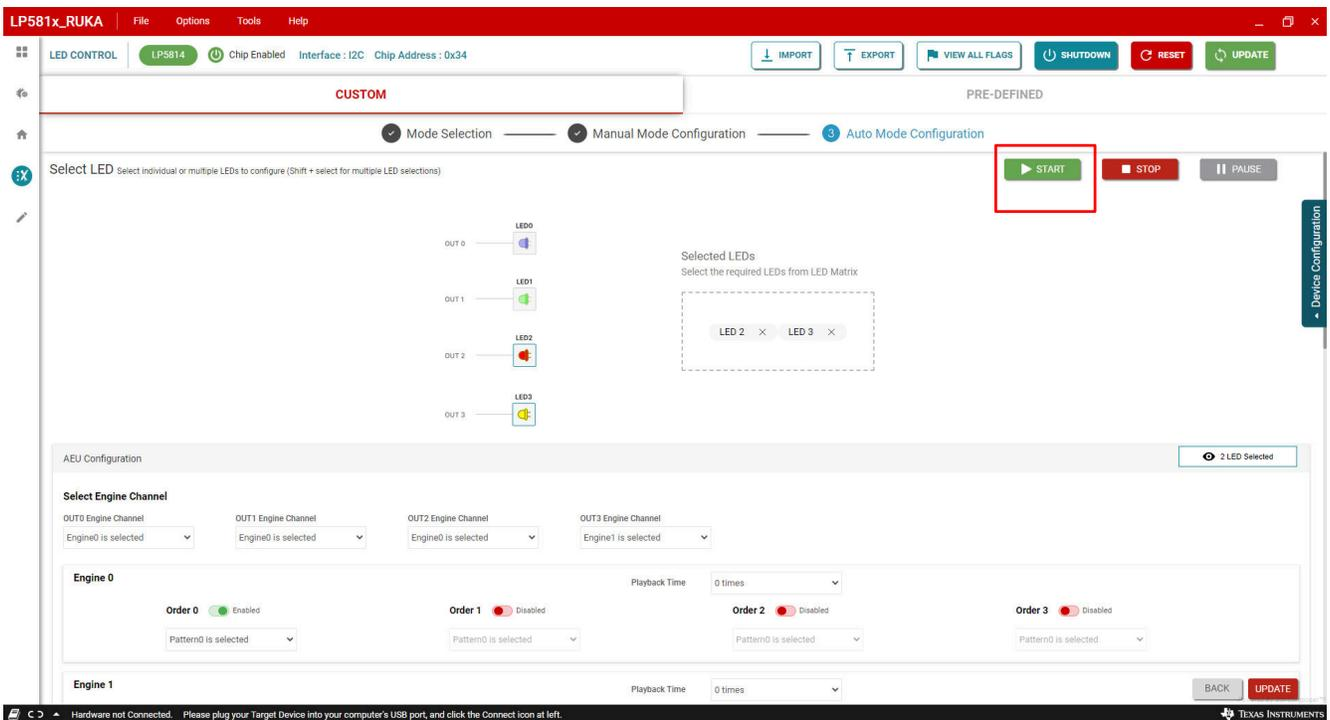

图 3-20. 开始命令发送
10. 最后，发送开始命令，通过单击“开始”按钮来启动在红色 LED (OUT2) 和白色 LED (OUT3) 上运行的配置模式，如 图 3-20 所示。